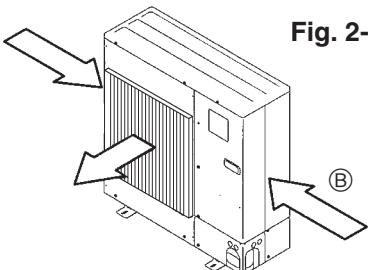

Fig. 2-5
- ③ Bringen Sie die Anlage so an, daß die Abluft aus der Luftaustrittsöffnung im rechten Winkel zu derjenigen Richtung geführt wird, aus der saisonal bedingt starker Wind bläst. (Fig. 2-5)
- ④ Windrichtung